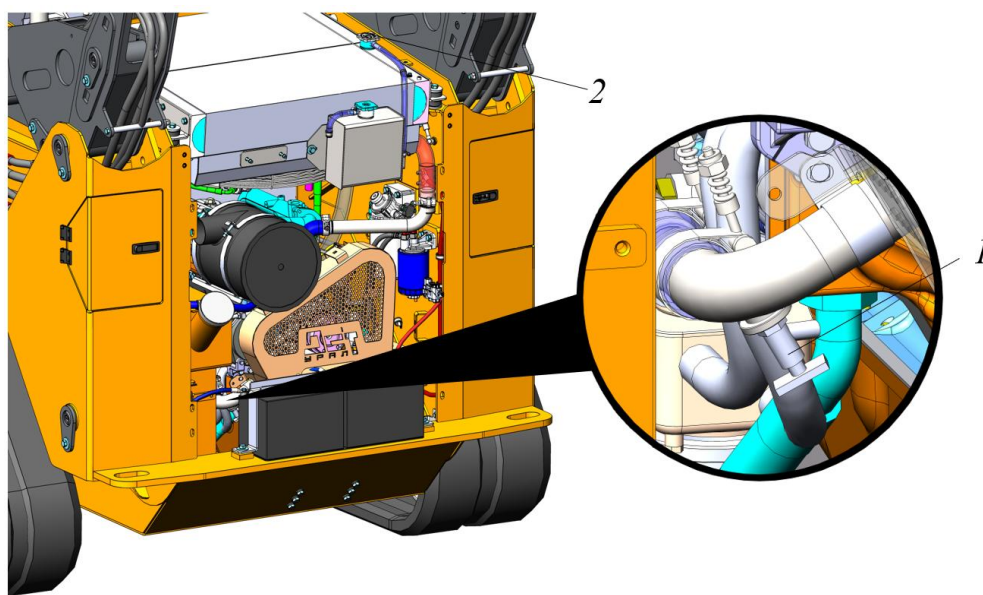

Рисунок 5.64. Процедура замены ОЖ в системе
- ▶ Осторожно приоткрыть крышку наливной горловины 2, рис. 5.64, повернув ее против направления часовой стрелки.
- ▶ Открыть крышку наливной горловины (крышку с горловины не снимать – для исключения попадания грязи в систему), рис. 5.64.
- ▶ Надеть подходящий по диаметру шланг на штуцер поз. 1, открыть кран и в заранее подготовленную емкость  слить охлаждающую жидкость, см. рис. 5.64.
- Снять крышку наливной горловины поз. 2, рис. 5.64.